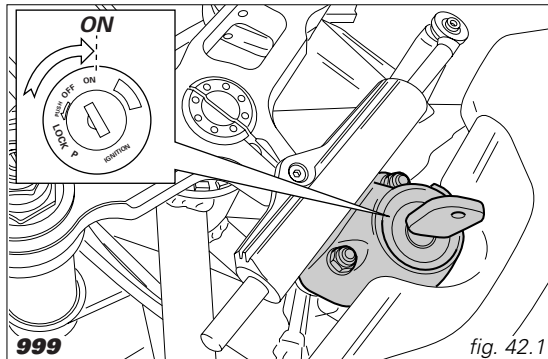
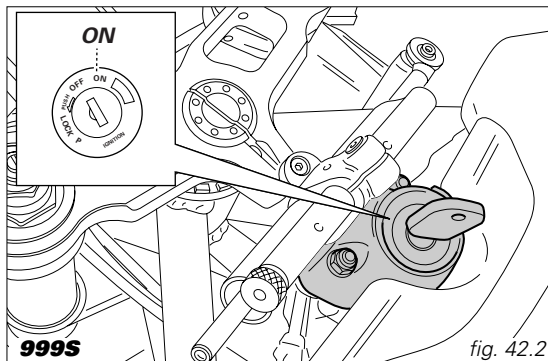

fig. 42.1
fig. 42.2
1) Déplacez le commutateur d'allumage en position **ON** (fig. 42.1 et fig 42.2). Vérifiez si l'avertisseur lumineux vert **N** et le rouge  sur le tableau de bord sont allumés.